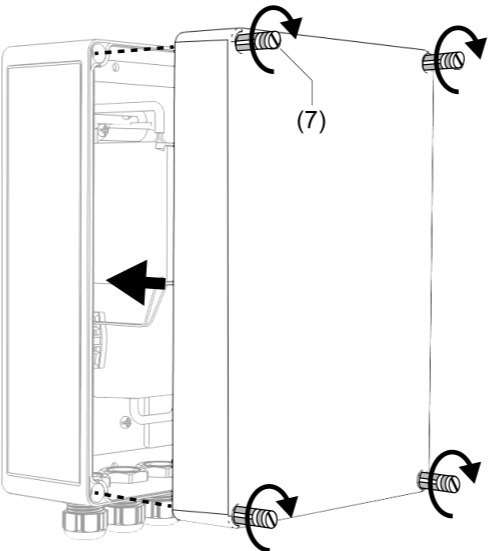

Bild 6: Abdeckung montieren
- Abdeckung auf das Gehäuse setzen und mit den beiliegenden Deckelschrauben (7) fixieren (Bild 6).
- i Nicht benutzte Kabelverschraubungen müssen mit den vormontierten Dichtstopfen (8) versehen sein!